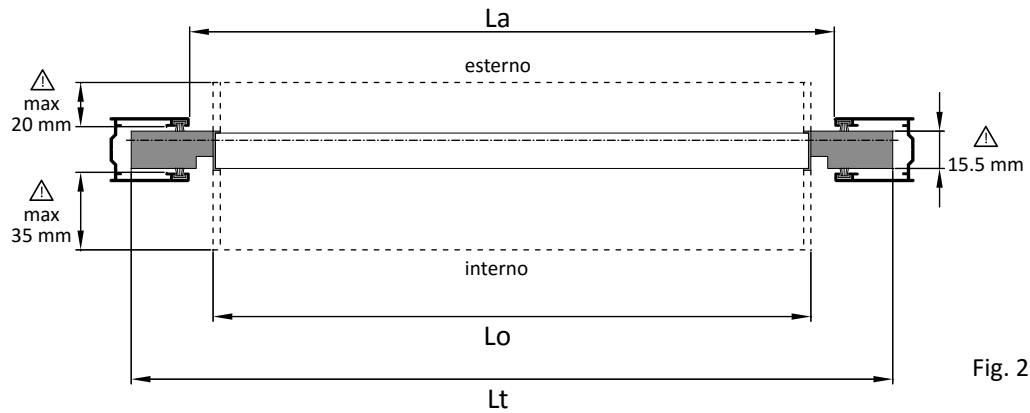

Fig. 2
1. Verificare che all'interno del vano tra il filo interno della guida ed altro infisso ci siano almeno 35 mm di spazio per consentire alle lamelle orientabili di aprirsi completamente senza interferenze **(vedi fig. 2)**.
2. Verificare che la dimensione (**Lc**) dell'apertura del cassonetto sia superiore alla larghezza (**Lt**) del telo tapparella **(vedi fig. 2 e 3)**. Verificare che le dimensioni interne del cassonetto consentano l'avvolgimento completo del telo come da ingombri indicati in **Tabella 1 (vedi fig. 5)**.